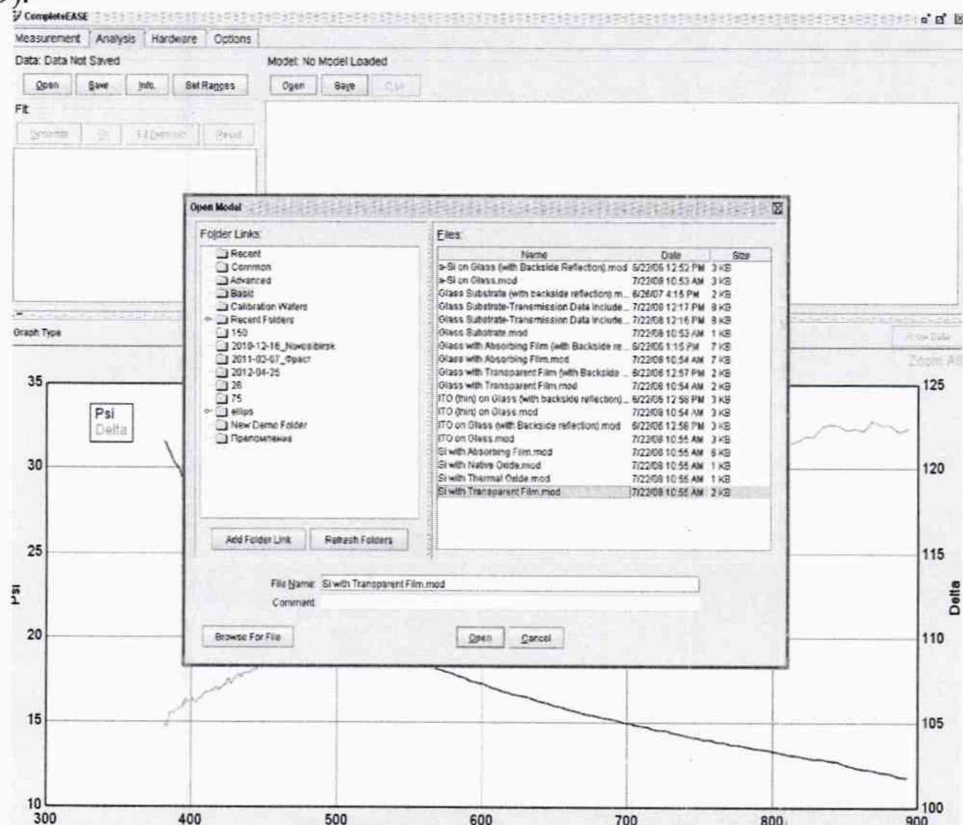
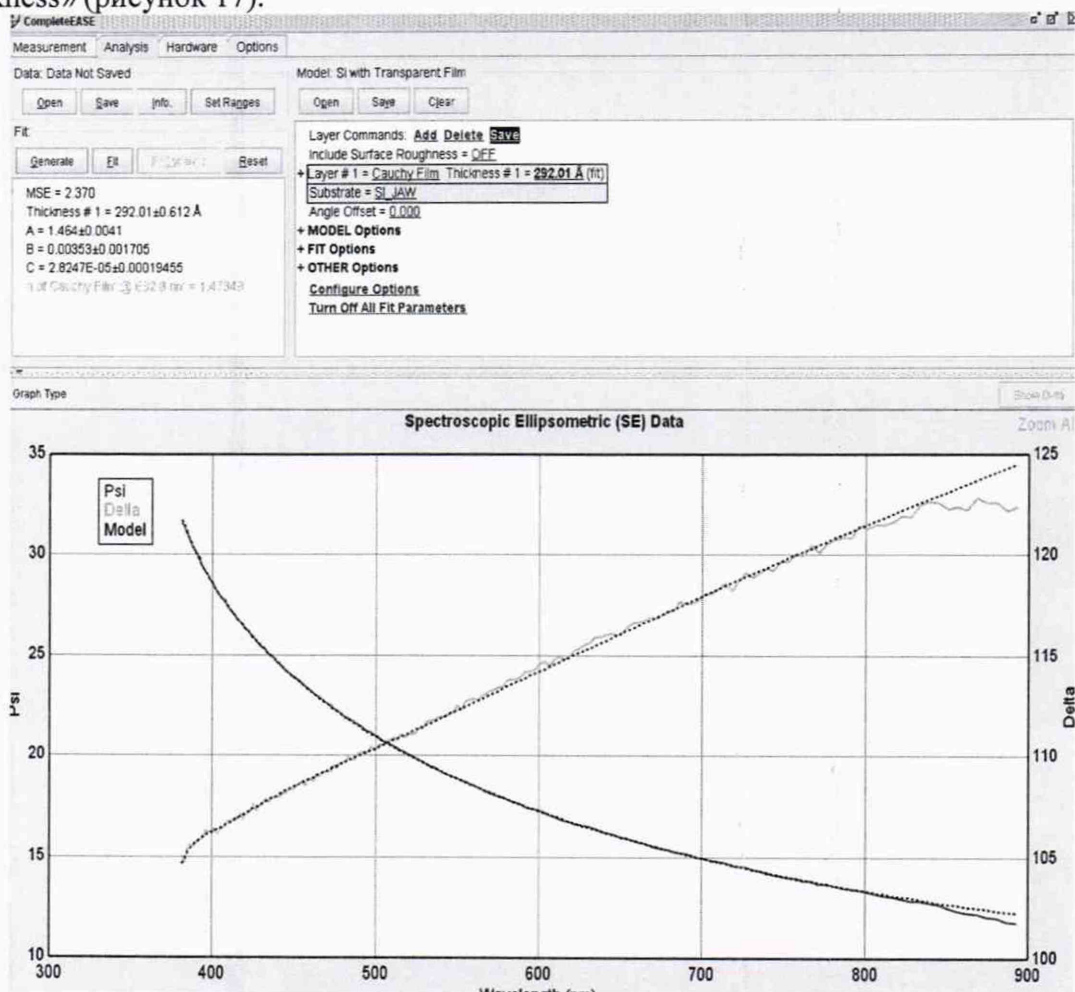

Рисунок 16 – Открытие документа
Рисунок 17 – Выбор директории
10.2.2.8 В открывшемся окне «Open Model» выбрать директорию «Basic» и модель «Si with Transparent Film.mod» (рисунок 16). Нажать кнопку «Open».
10.2.2.9 В окне программы «CompleteEASY» перейти в поле «Fit» и нажать кнопку «Fit» (рисунок 16). В поле «Fit» появятся рассчитанные значения толщины слоя «Thickness» (рисунок 17).